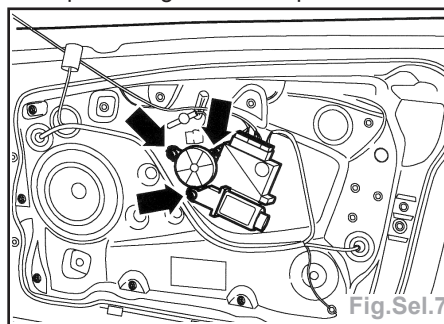

Fig.Sel.7
- Débrancher la connexion du moteur , les 3 vis (flèches) et le moteur (Fig.Sel.7).